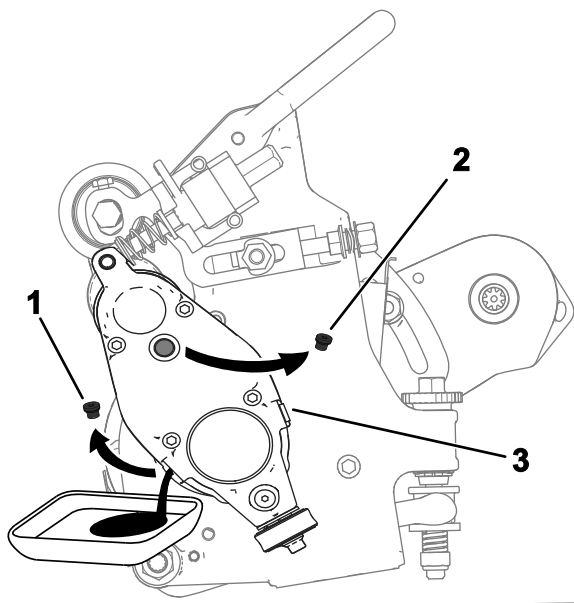

Figure 23
5. Basculez l'unité de coupe (comme montré à la Figure 23) pour placer l'orifice de vidange en bas et assurer ainsi une vidange complète.